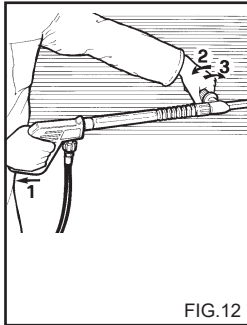
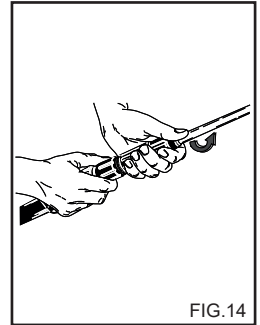

FIG.12
FIG.14
USO DE LA LANZA DOBLE (accesorio opcional) (Fig. 12).
2) Quite la prolongación de la empuñadura e introduzca la lanza doble o la lanza con boquilla regulable (fig.14), accione la hidrolimpiadora, active el mando de aspiración del detergente presente en la lanza (fig. 12, 13) y recubra la superficie a lavar con un movimiento de abajo hacia arriba. Deje actuar durante unos minutos.